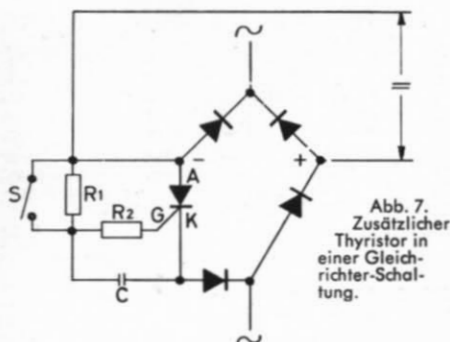
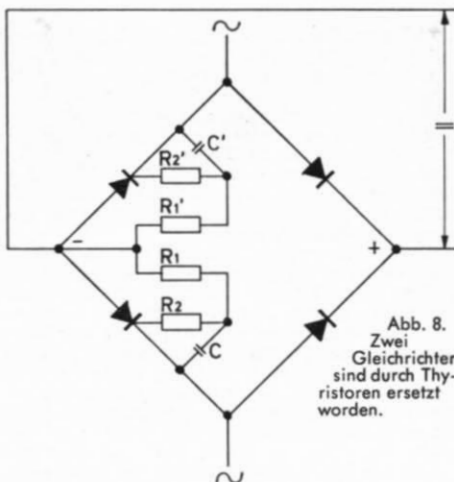

Abb. 7.
Abb. 8.
Zur Verstärkung der Impulswirkung des Fahrstromes kann auch in beide negativen Zweige der Gleichrichter-Anordnung je ein Thyristor eingesetzt werden (Abb. 7), deren Steuerelektroden (G) bei entsprechender Schaltungsanlegung auch aus einem gemeinsamen RC-Phasenschieber gespeist werden können. Es ist aber auch möglich, in die Ausgangsleitung der Gleichrichter-Anordnung einen Thyristor einzusetzen (Abb. 8), was insbesondere für die nachträgliche Ausstattung bereits vorhandener Gleichstrom-Fahrpulte günstig ist.